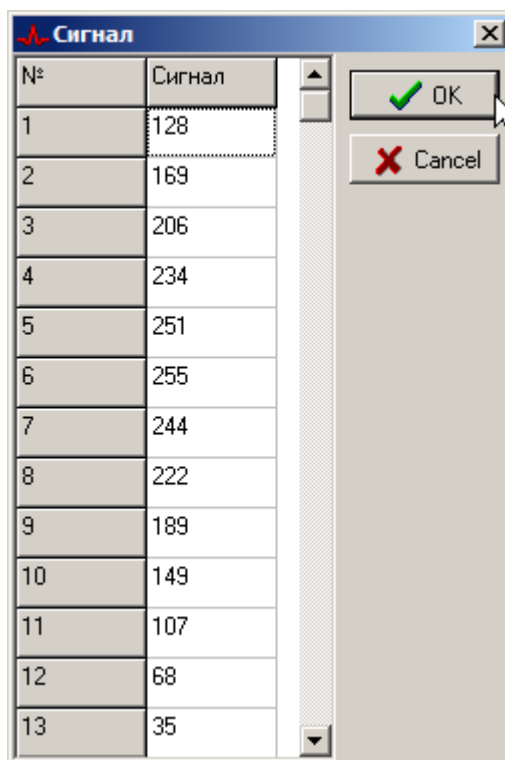

Рисунок 8— Окно редактирования сигнала программы Generator
- «Редактировать» — открывает окно редактирования формы импульса в численном представлении (см. рис. 8);